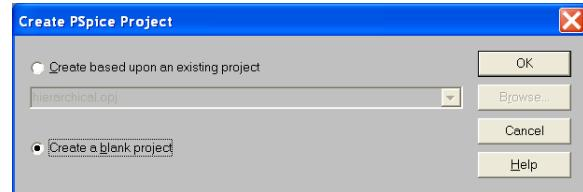

图 5. 选 Create a blank project
3) 注意选择 “Create a blank project” . 见图 5.